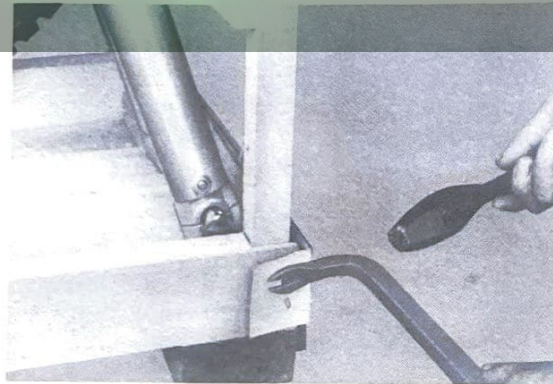

Fig. 6
1. a. Remove the nail at each corner of the crate, and remove the struts. (Fig. 6)
1. a. Extraire les clous à chaque coin de l'emballage et retirer les montants. (Fig. 6)